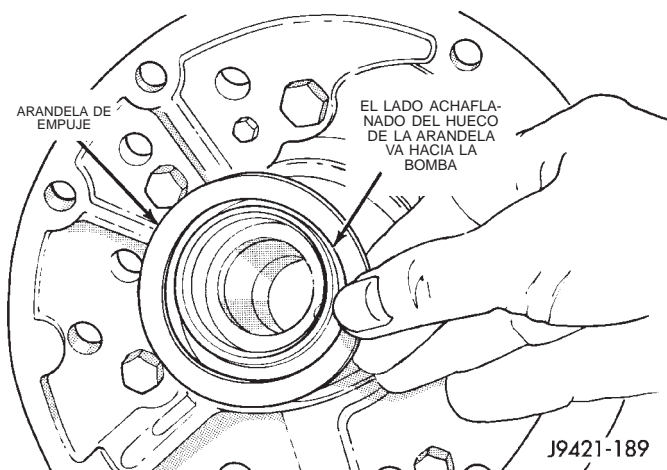

Fig. 110 Instalación de la arandela de empuje del embrague delantero
(40) Recubra la arandela de empuje del embrague delantero con vaselina para mantenerla en su lugar. Luego instale la arandela en la maza del eje de reacción y asíéntela en la bomba (Fig. 110).